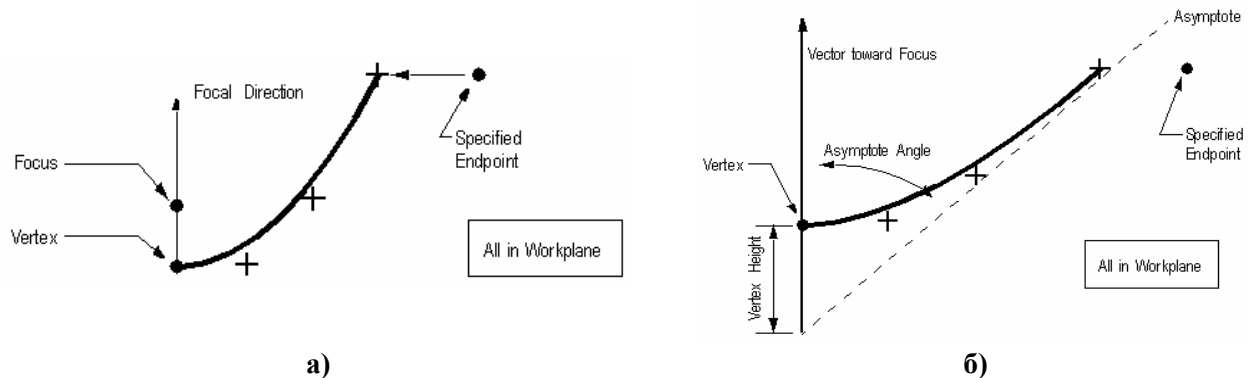

Рис.2.14. Сплайнові криві у вигляді: а) – параболи; б) – гіперболи
- у вигляді параболи (**Parabola...**): задаються координати вершини (**Vertex**) кривої, потім – фокуса, потім – „специфічної” точки поблизу кінця кривої (див. рис.2.14-а);
- у вигляді гіперболи (**Hyperbola...**): задаються координати вершини (**Vertex**) кривої, потім – напрям вектора від вершини до фокуса (**Vector toward Focus**), потім – висоту вершини (**Vertex Height**) та кут асимптотичної лінії (**Asymptote Angle**), потім – „специфічної” точки поблизу кінця кривої (див. рис.2.14-б);